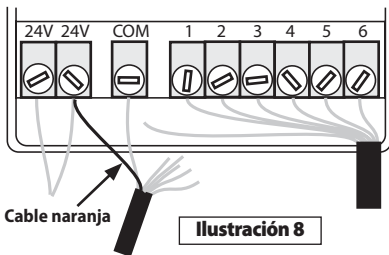

Ilustración 8
Conecte el cable negro de SCX al terminal común. Desconecte de su terminal el cable zonal marcado y conéctelo al cable rojo de SCX. Conecte el cable verde de SCX al terminal de donde retiró el cable zonal. Conecte el cable naranja de SCX al punto de conexión de CA de 24 voltios o terminal del transformador (ver la ilustración 8).
2. Conecte el cable naranja desde SCX a uno de los terminales de 24 VCA de su controlador. Para determinar a cuál de los terminales de 24V debe conectar el cable naranja, contacte dicho cable con cada uno de los terminales mientras el controlador esté encendido (adaptador de CA conectado). Utilice el terminal que active la pantalla de SCX (ver la ilustración 8).